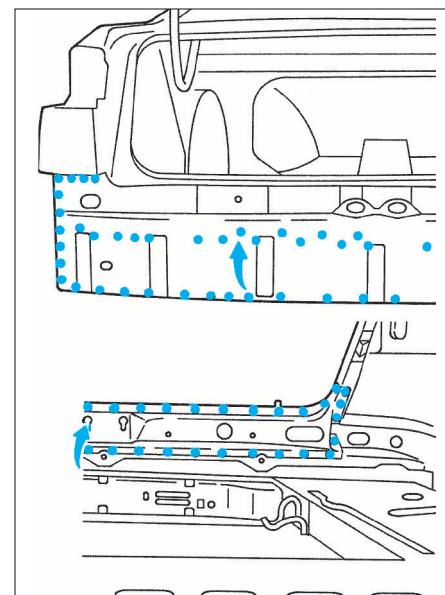

FIG. 87
• Souder à la pointeuse électrique (Fig.87).